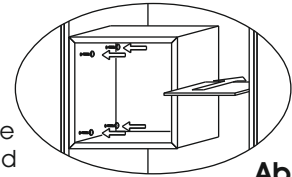

Abb. 6
7. Richten Sie das Element aus und montieren zum Schluss den Glasboden und die Front. (Abb. 6)